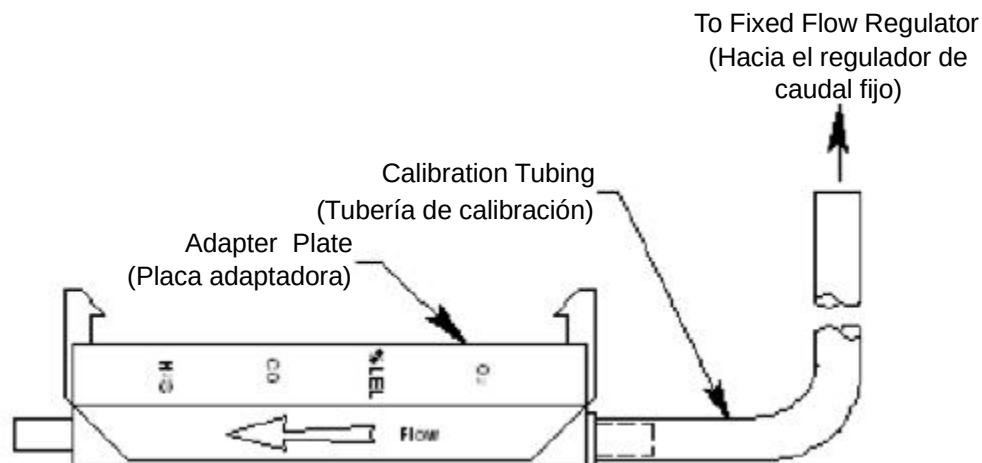

Figura 11: Equipo de calibración
1. Utilice el tubo de muestras para conectar la placa adaptadora de calibración al regulador. Conecte el tubo a la placa adaptadora en el extremo de la entrada, como se ilustra en la Figura 11.